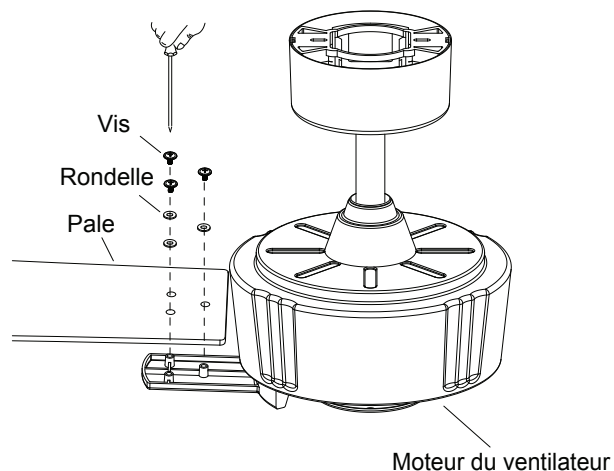

Fig. 17
**Étape 1.** Alignez les trous de la pale et de la rondelle sur les trous des supports de pale et fixez solidement la pale en place avec les vis fournies. (Fig. 17)